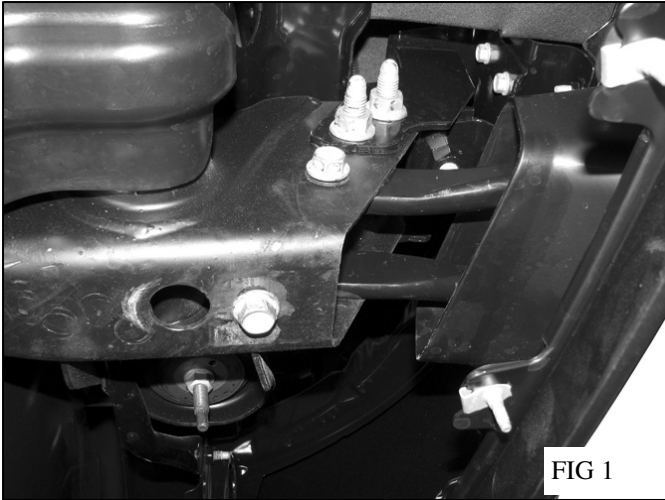
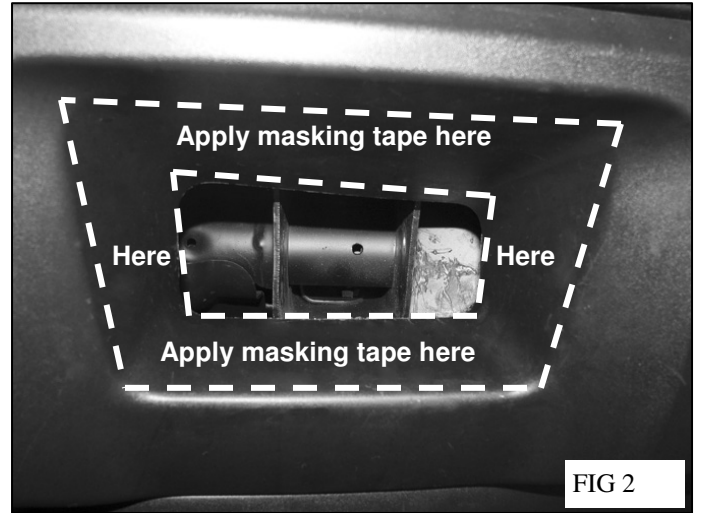

FIG 1
FIG 2
2. Start installation under the front of the vehicle, (Figure 1). Remove the two factory bolts holding the driver side tow hook in place and remove the tow hook from the vehicle. NOTE: Tow hooks cannot be reinstalled with this Grille Guard. Apply a protective layer of removable tape, (masking tape for example), to the inside of the inlets in the plastic bumper for the tow hook, (Figure 2).
2. Commencer l'installation en dessous de l'avant du véhicule. (Figure 1). Retirer les deux boulons d'origine maintenant le crochet de remorquage côté conducteur en place et retirer le crochet de remorquage du véhicule. REMARQUE : les crochets de remorquage ne peuvent pas être réinstallés avec cette grille de protection. Appliquer une couche protectrice d'adhésif amovible (ruban adhésif par exemple) à l'intérieur des orifices d'entrée pour le crochet de remorquage dans le pare-chocs plastique. (Figure 2).